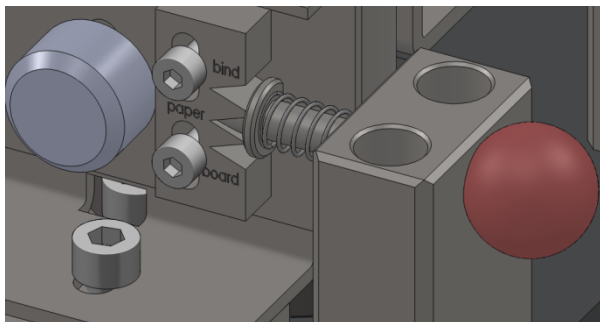

Рисунок 6
2. Вытащите ручки слева и справа. Вставьте соединительный стержень в отверстие для бумаги "rare". Далее можно начинать работу с бумагой. Внимание: максимальная толщина бумаги 2,5 мм в этой точке (рисунок 6).